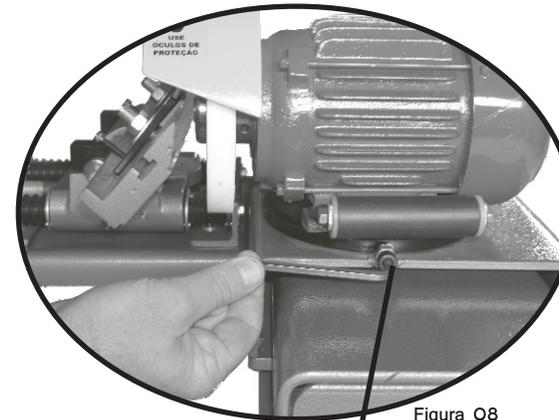
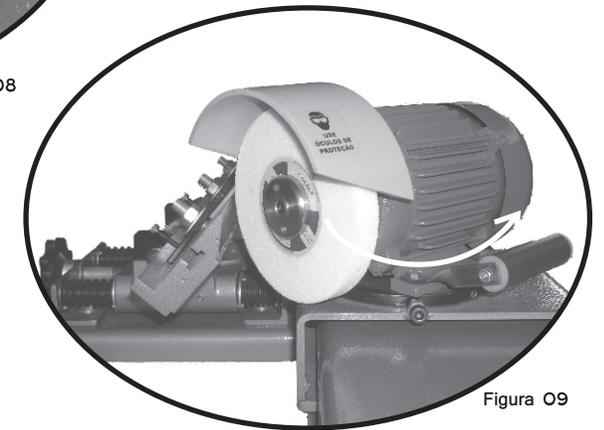

Figura 08
Figura 09
Para afiação de facas côncavas, solte o parafuso (I) (figura 08) e gire o motor até o grau desejado. Após, proceda ao aperto do parafuso. (Figura 09).